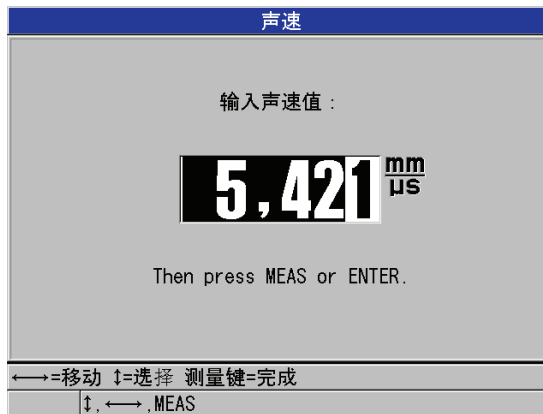

图 5-7 输入已知材料声速值
2. 在声速屏幕（参见第 65 页的图 5-7）中，使用箭头键将声速编辑为已知声速值。